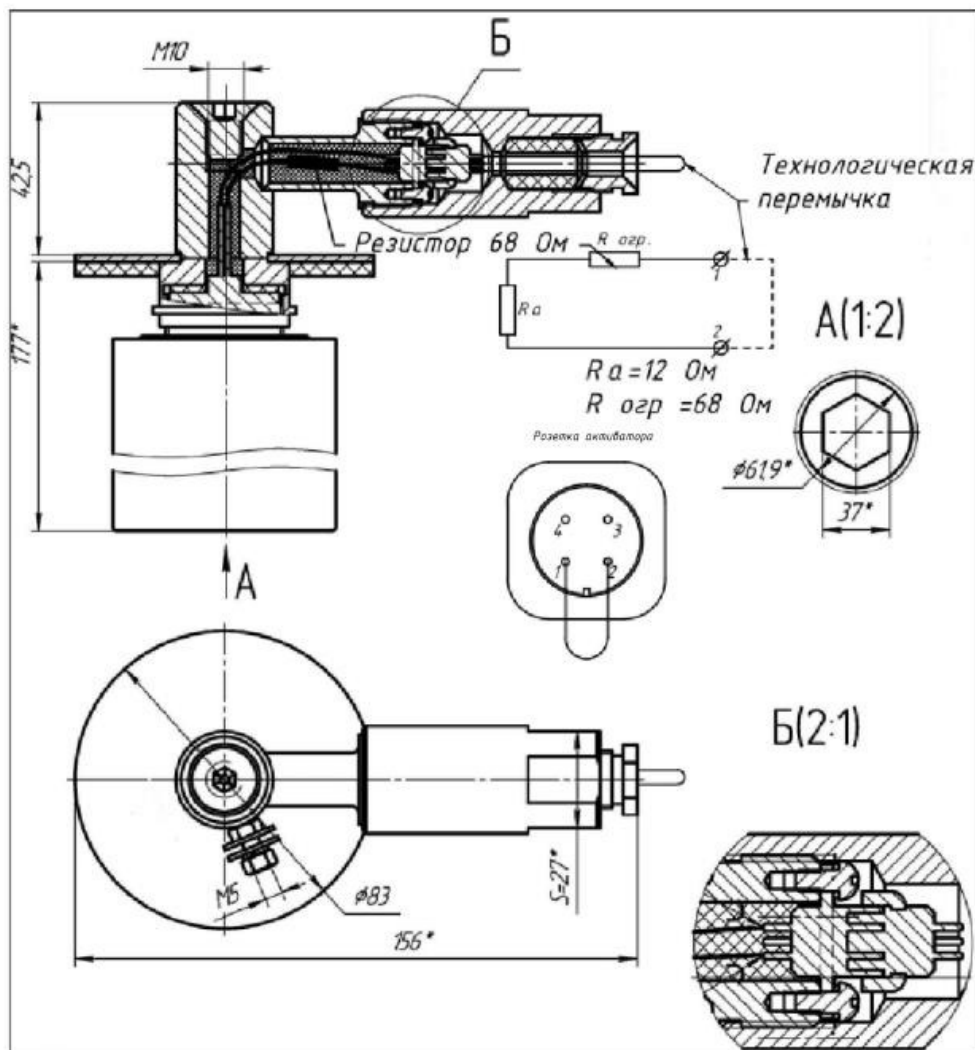

Рис. 2. Чертеж средств взрывозащиты модуля «ТРВ-Гарант»-14,5-ГЗ-ВД во взрывозащищенном исполнении.
4.5 Взрывозащищенность модуля (рис. 2) пожаротушения тонкораспыленной водой достигается применением видов взрывозащиты «взрывонепроницаемая оболочка» по ГОСТ IEC 60079-1-2013, «искробезопасная электрическая цепь» по ГОСТ 31610.11-2014 и соблюдением особых условий безопасной эксплуатации, а также выполнением общих технических требований к взрывозащищенному электрооборудованию ГОСТ 31610.0-2019.